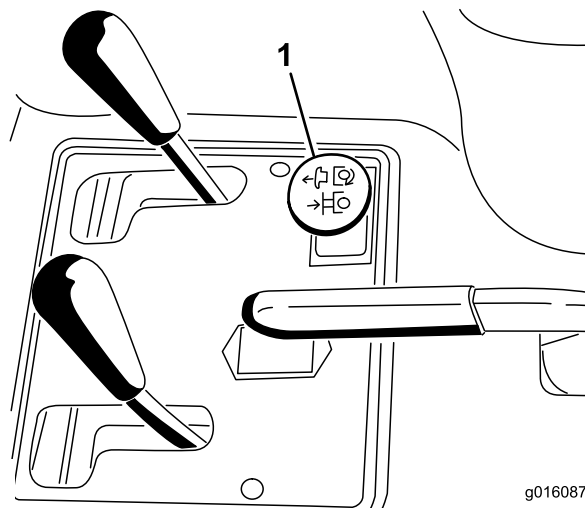

図 12
3. リモート油圧コントロールノブを引くとブレードに油圧がかかる 図 12。
- リモート油圧コントロールノブを押すとブレードの油圧が解除される 図 12。